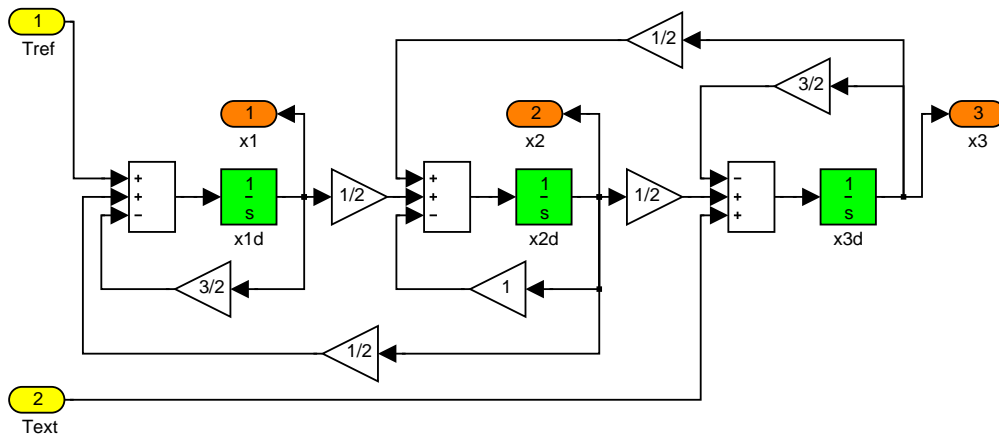

Figura 2: Diagrama de bloques del horno
La Figura 2 muestra el diagrama de bloques correspondiente al sistema (1).